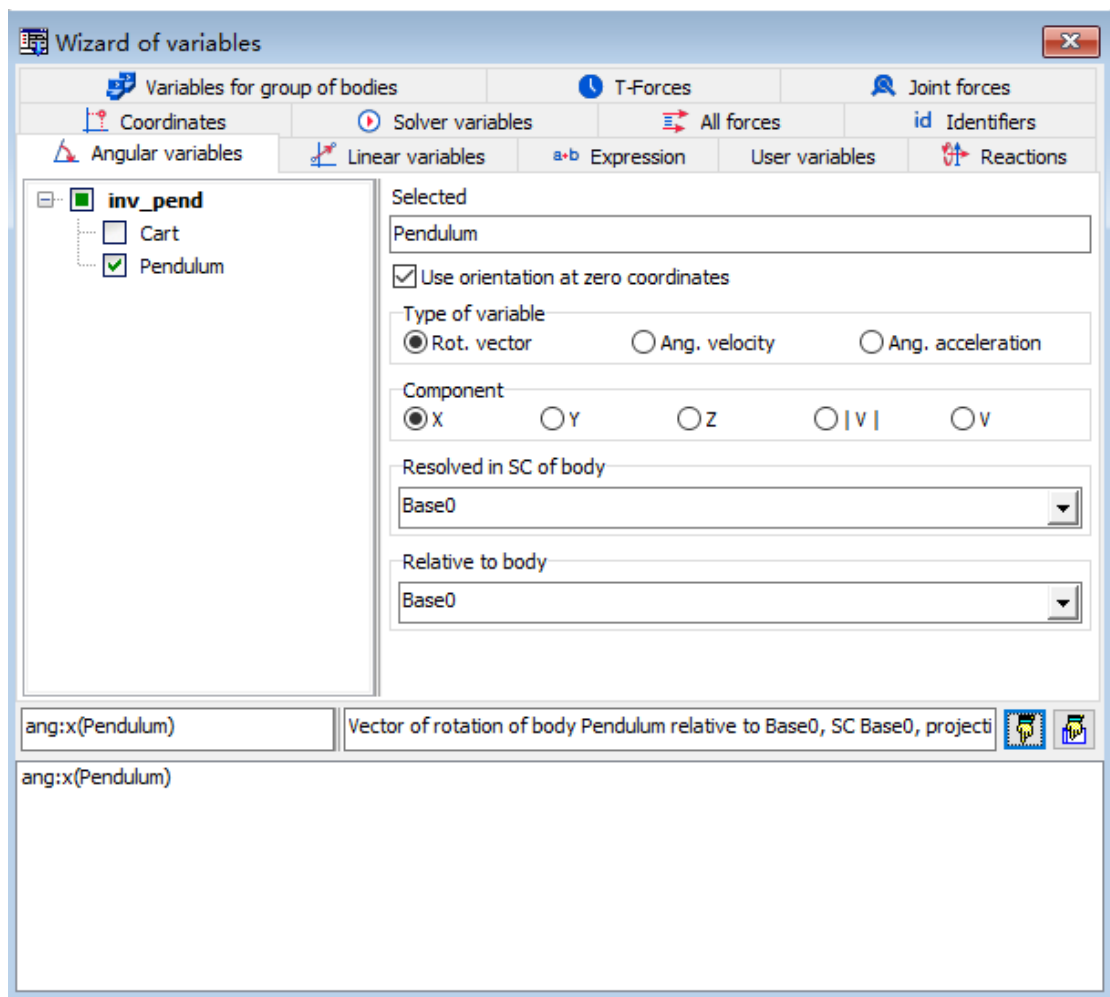

图 3.11 定义角度变量
4. 在左侧列表选中 **Pendulum**，选择 **Type of variable** 为 **Rot.vector**，设置分量 **Component** 为 **X**，如图 3.11 所示。